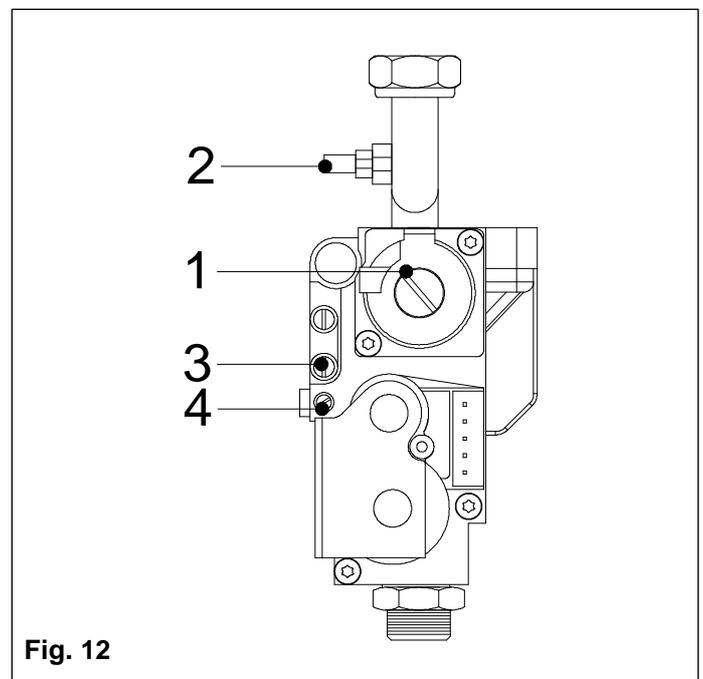

Fig. 12
- ouvrir la prise de pression 3 (voir Fig.12) du bloc gaz et y relier le manomètre.
- fermer le robinet gaz, enlever le manomètre et fermer la prise de pression 3 (voir Fig.12).